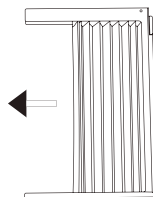

Fig. 1
A. Posez l'appareil sur le plancher, un banc ou une table. Tenez le panneau accordéon dans une maison, et tirez doucement le centre pour libérer l'extrémité ouverte (fig. 1).